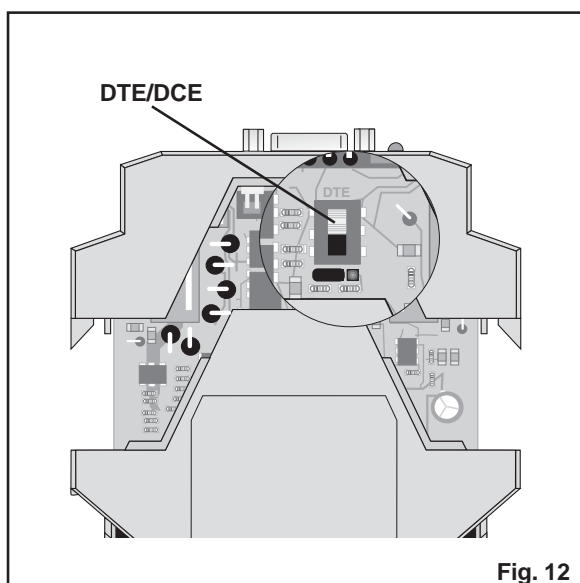

Fig. 12
6.4. Commutation DTE / DCE (fig. 12)